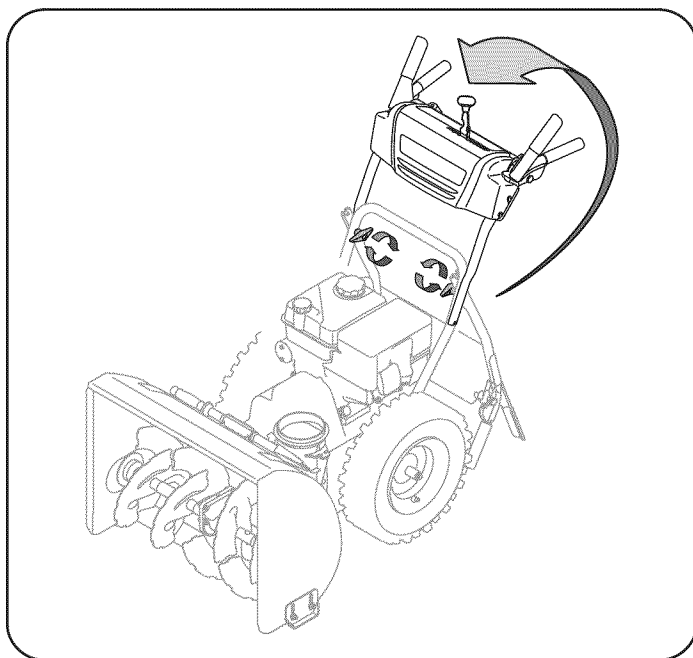

Figura 1
1. Coloque la palanca de cambios en la posición de avance (F) 6.
2. Observe el área inferior trasera de la máquina quitanieve para asegurarse de que ambos cables estén alineados con las guías rotatorias antes de girar la manija hacia arriba. Vea la figura 1.